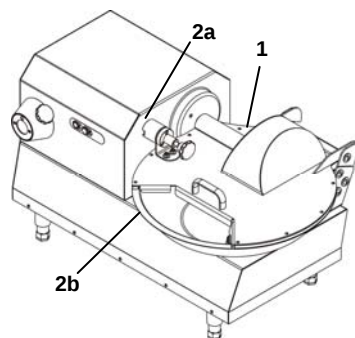

Fig. 1.8.1
(Fig. 1.8.1)
2. Microinterruptores (Fig. 1.8.1):